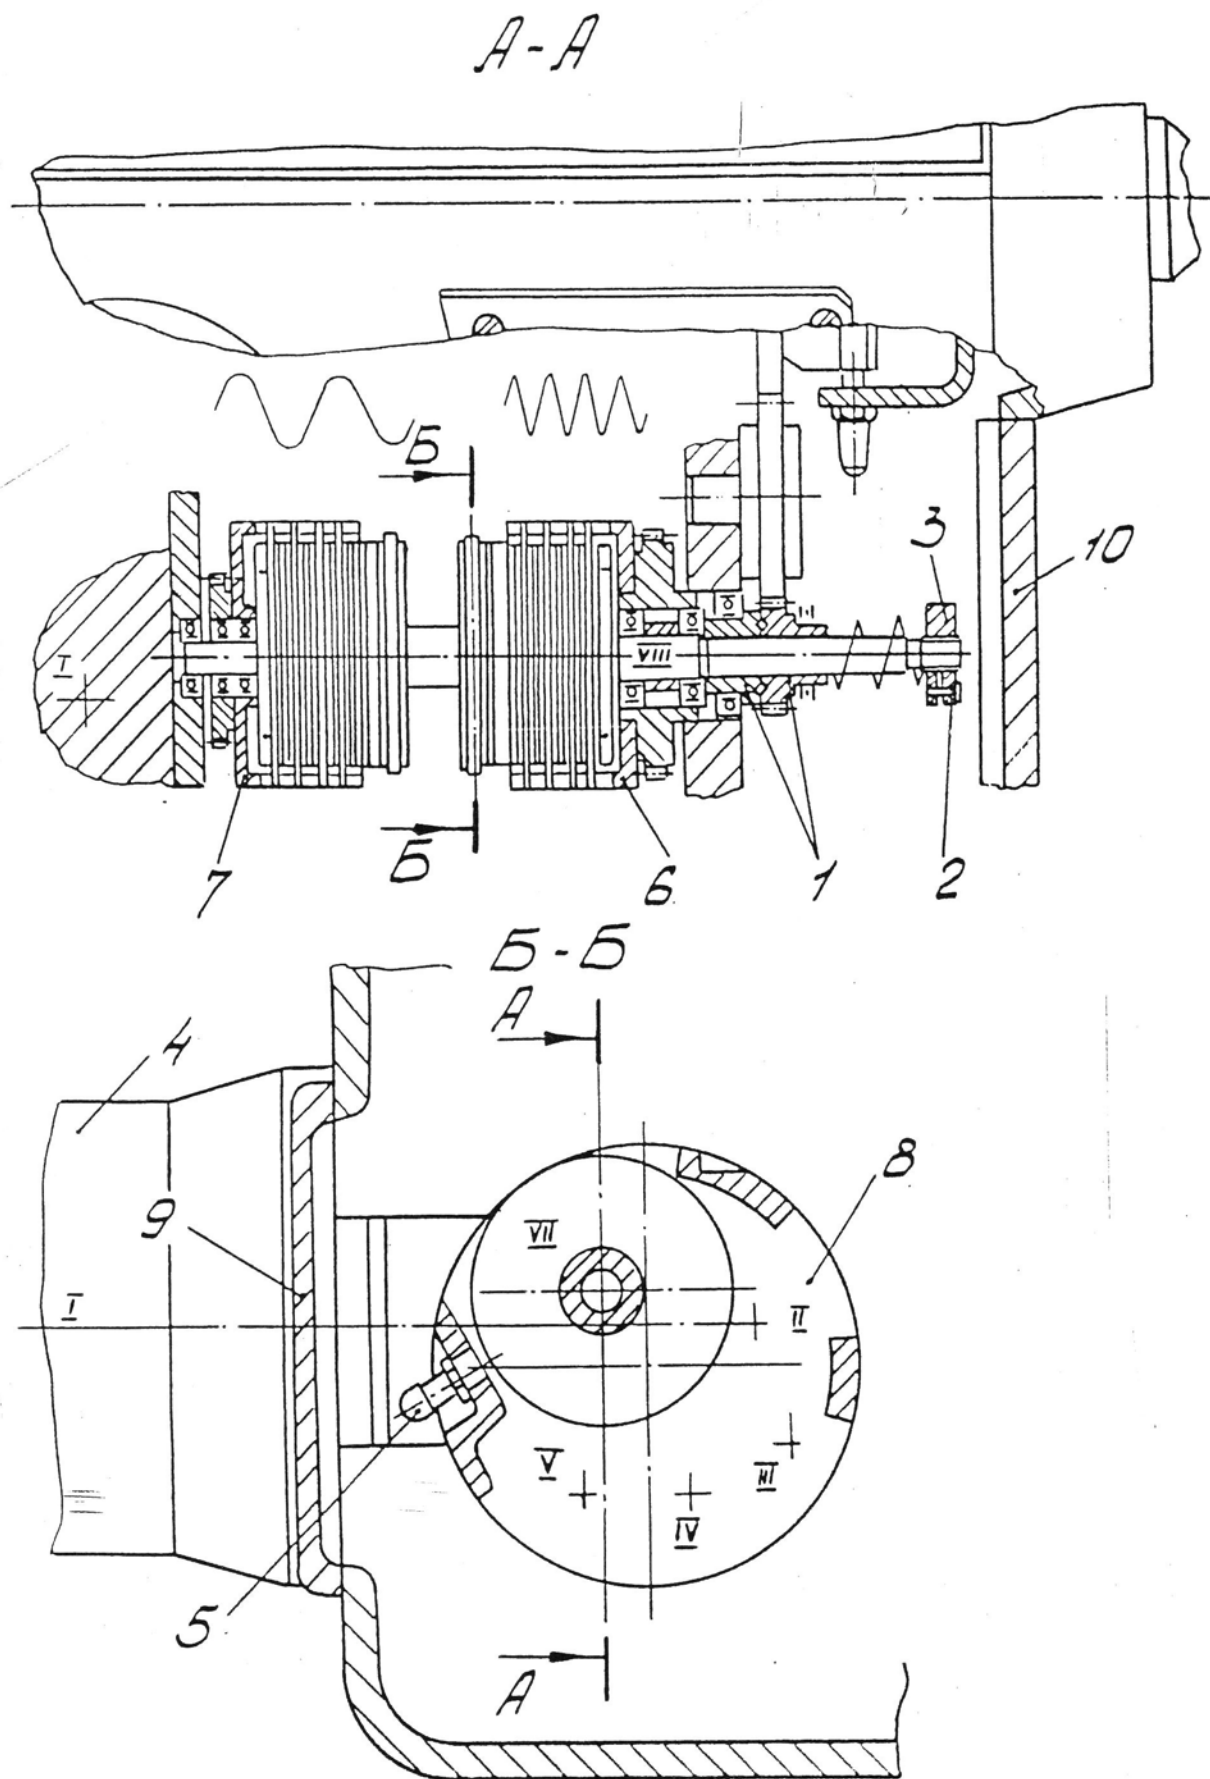

Рисунок 10.14 - Расположение муфт в механизме подачи.
Момент срабатывания предохранительной муфты 1 (рисунок 10.14) можно определить на слух (слышны щелчки), например, при движении подачи по одной из осей. При этом рекомендуется изменить режимы резания (уменьшить подачу, глубину резания и т.д). Если срабатывание предохранительной муфты происходит вследствие уменьшения усилия пружины в муфте, то необходимо произвести дополнительную регулировку предохранительной муфты, которая производится следующим образом:
- снять крышку 10 (рисунок 10.14);
- ослабить стопорный винт 2 (рисунок 10.14);
- снять двигатель подачи 4, а также подводящие провода 5 (рисунок 10.14) ;